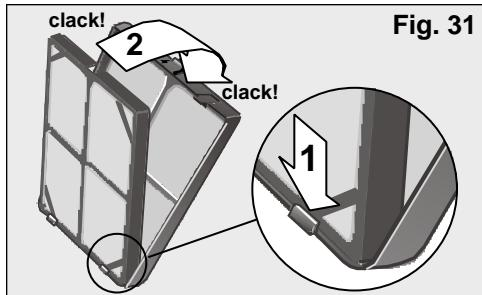

Fig. 31
- Introducete il filtro purificatore + cornice nel filtro base come indicato dalla **Fig. 31**, tenendo conto che dovete anzitutto inserirlo nelle pattine inferiori.